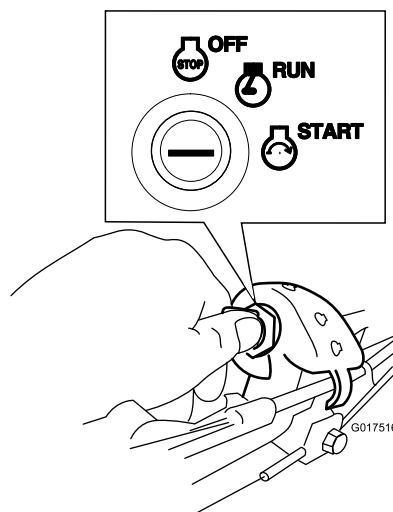

Figura 19
- **Chave da ignição:** Rode e mantenha a chave na posição para arranque (Figura 19); quando o motor arrancar, liberte a chave.
1. Rode a chave para a posição de funcionamento (Figura 19).